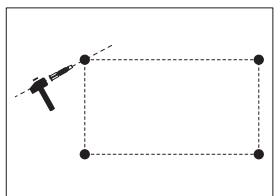

Рис. 6
- Вставьте в просверленные отверстия пластиковые дюбели, закрепите кронштейн шурупами (рис. 6).